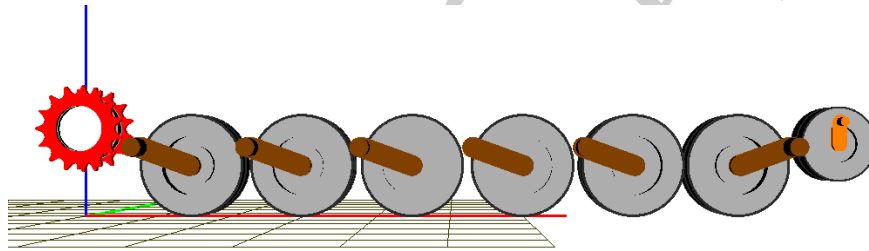

图 1.14
3. 点击 **Generate**，将诱导轮添加到当前模型，如图 1.14 所示。